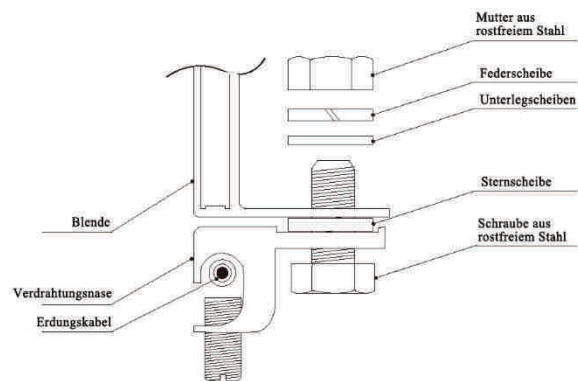

Abbildung 8
- Zunächst isolieren Sie das Erdungskabelende auf die entsprechende Länge ab, wobei darauf zu achten ist, dass der Metallkern beim Abisolieren nicht beschädigt wird, und stecken Sie das abisolierte Erdungskabelende in die Buchse der Kabelöse und ziehen Sie dann die Befestigungsschraube an. Befestigen Sie die Kabelöse mit den Edelstahlschrauben und -verbindern am Aluminiumrahmen, wie in Abb. 8 dargestellt.